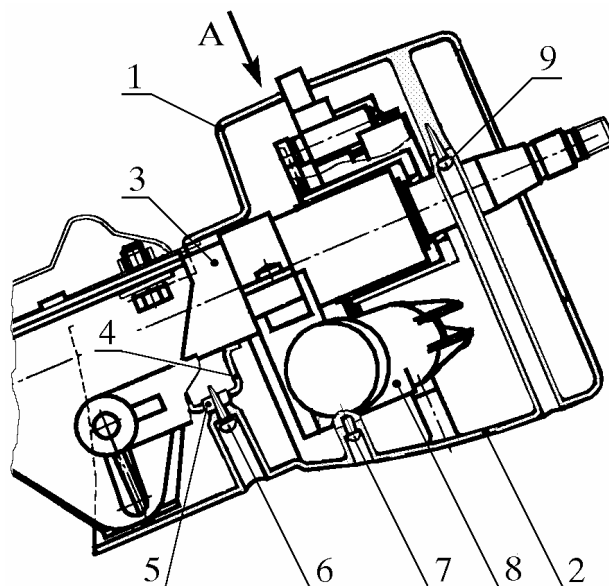
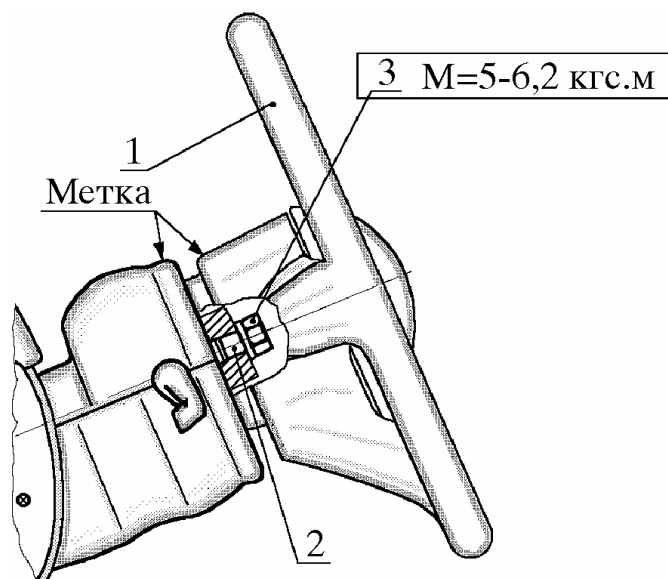

Рис. 8. Снятие кожухов с колонки рулевого управления:
Рис. 10. Установка рулевого колеса:
8.2. Снять верхний и нижний кожухи 1, 2 (рис. 8) с колонки 3 рулевого управления, вывинтив два винта 9 крепления верхнего кожуха к нижнему, два винта 6 крепления нижнего кожуха к скобе 4 колонки и один винт 7 крепления к корпусу 8 замка зажигания.
- 3) колесо 1 (рис. 10) рулевого управления установить на шлицы вала 2 рулевой колонки по меткам, сделанным при снятии, как показано на рис. 8;